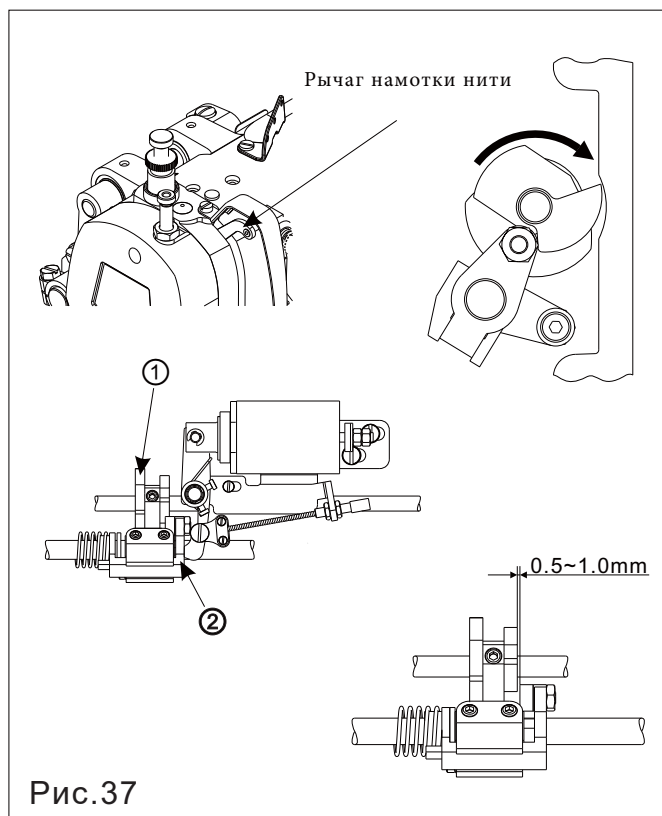

Рис.37
Установка обрезающего кулачка (рис.37)
2) Установите активный соленоид, поворачивайте кулачок ① до тех пор, пока кулачок не коснется ролика рычага кулачка ②, затем закрепите кулачок.
3) Установите соленоид в неактивное состояние и верните рычаг ② в исходное положение; между кулачком ① и роликом рычага кулачка ② должен быть зазор 0,5 ~ 1,0 мм.
6. Регулировка ножей (Рис.37) Соотношение между неподвижным ножом и подвижным ножом: